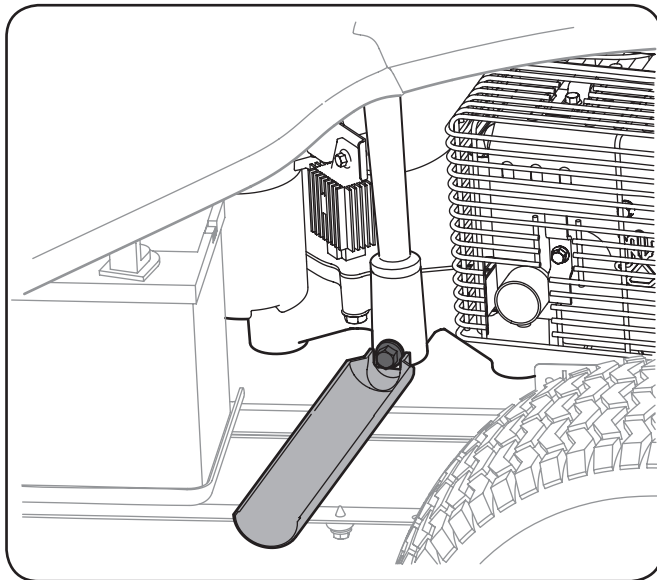

Figura 6-1
4. Ajuste el extremo pequeño del manga de desagüe del aceite en el espacio proporcionan alrededor del tapón de drenaje de aceite. Vea la Figura 6-1.